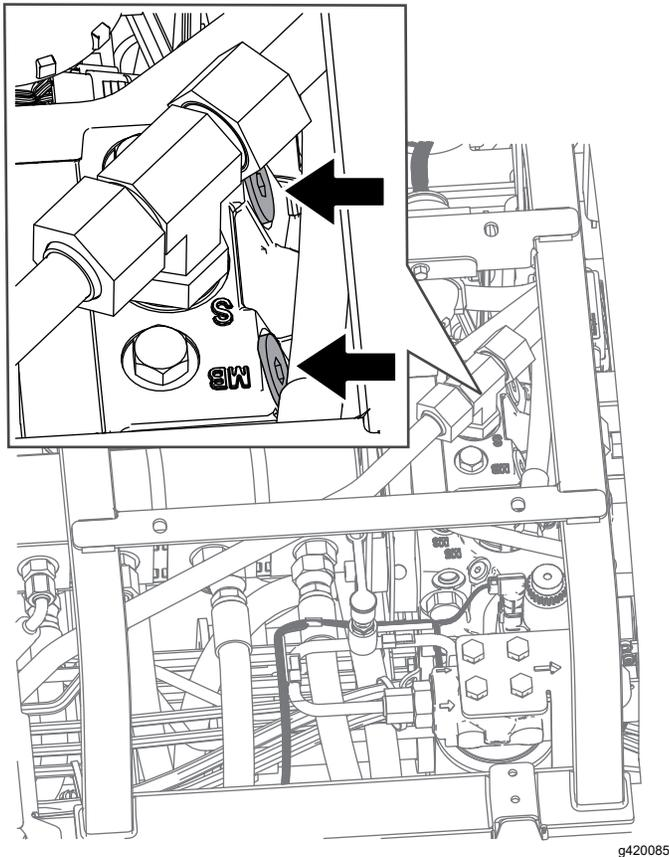

図 35
2. シートの下とハイドロスタットの上部にあるバイパスバルブを見つける 図 35